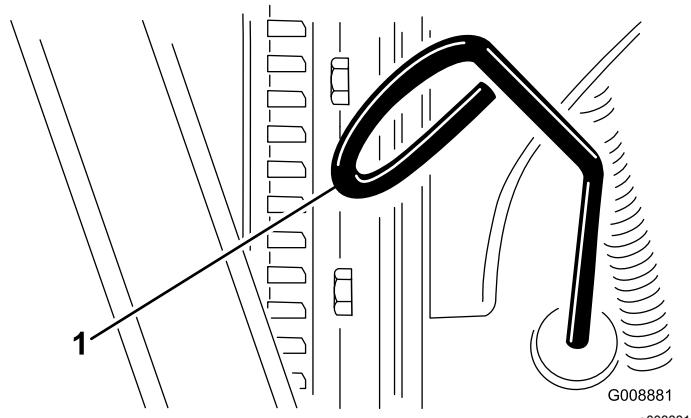

Figura 47
3. Retire la varilla, límpiela, y vuelva a colocarla (Figura 47).